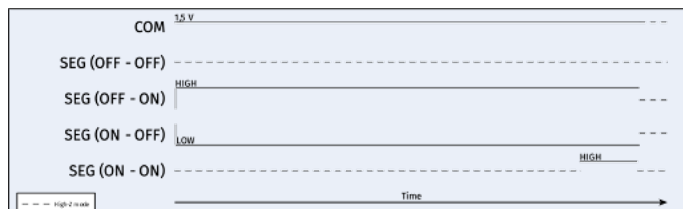

Figure 9. Ce processus de commande permet de mettre à jour l'afficheur en une seule étape.
Cette technique de commande actualise l'afficheur en une seule étape (figure 9). Les segments sont activés et désactivés en même temps. Cela est possible en réglant la tension de l'électrode commune à une valeur comprise entre le niveau bas (LOW) et le niveau haut (HIGH), typiquement $\pm 1,5$ V pour un système fonctionnant à 3 V, mais qui peut aussi être, par exemple, ± 1 V pour un système fonctionnant à 2 V. Ainsi, il est possible d'appliquer simultanément une tension positive et une tension négative aux segments respectifs. Une impulsion de rafraîchissement plus courte est nécessaire sur les segments qui doivent être maintenus à l'état haut (ON). La séquence se termine par le réglage de toutes les sorties en haute impédance (High-Z) pour maintenir l'état.